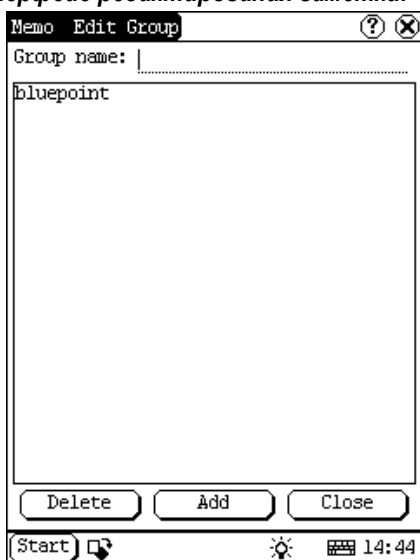

Рисунок 4-18
- 5) Нажмите кнопку [Add], чтобы добавить новый тип, и будет отображаться в списке в интерфейсе Edit Group.(см. рисунок 4-18)